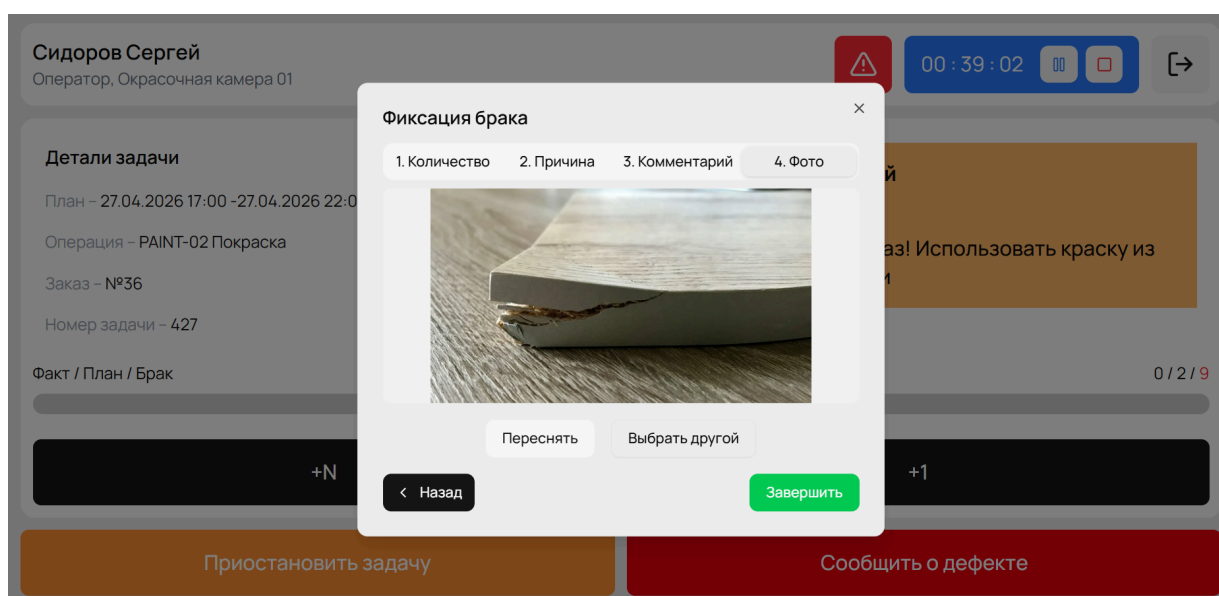

Рисунок 10 - Фотофиксация
- фото (при необходимости, через камеру или галерею) (Рисунок 10).